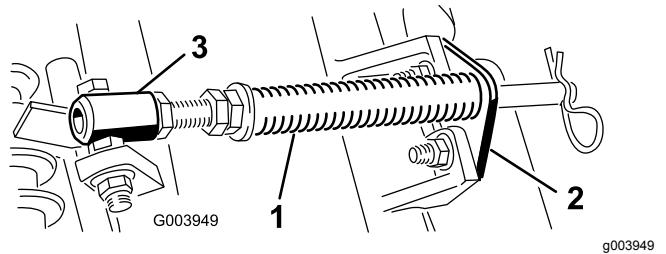

Bild 4
- A. Nehmen Sie die zwei Schlossschrauben und Muttern ab, mit denen die Stangenhalterung an den Nasen der Schneideinheit befestigt ist (Bild 4).
- B. Nehmen Sie die Bundmutter ab, mit denen die Schraube des Federrohrs an der Nase des Trägerrahmens befestigt ist (Bild 4). Nehmen Sie das ganze Teil ab.